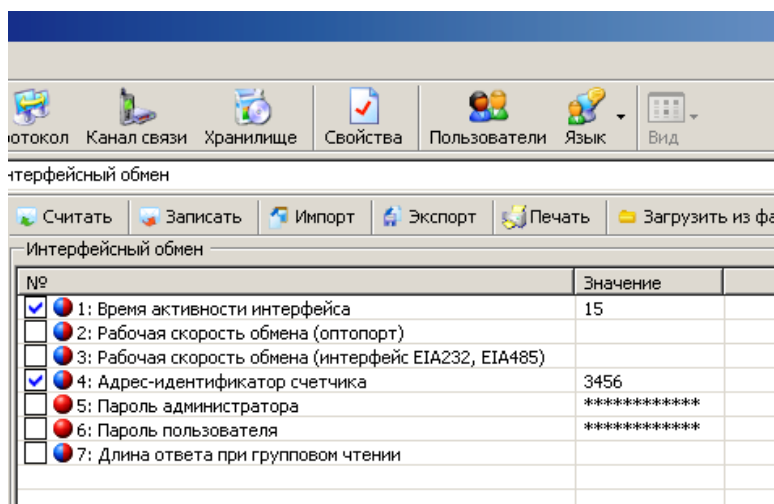

Рисунок 43 – Интерфейсный обмен
- Проверить значения начальной и рабочей скорости через интерфейс, они должны быть равны 9600 бод (5) (см. п. 5.4.3).
- Чтением параметра «время активности интерфейса» убедиться, что его значение равно 15 с. (см. рисунок 43).
- Чтением параметра «адрес-идентификатор счетчика» (см. рисунок 43) убедиться, что его значение равно 4 последним цифрам серийного номера, без нулей перед значащими цифрами, т.е. если 4 последние цифры заводского номера имеют вид «0001», то идентификатор равен «1».